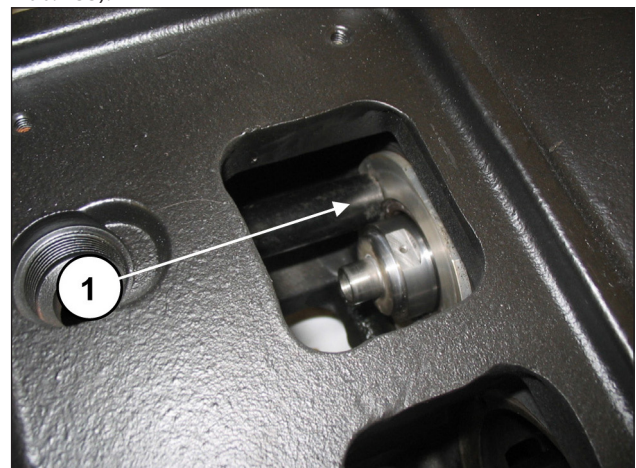
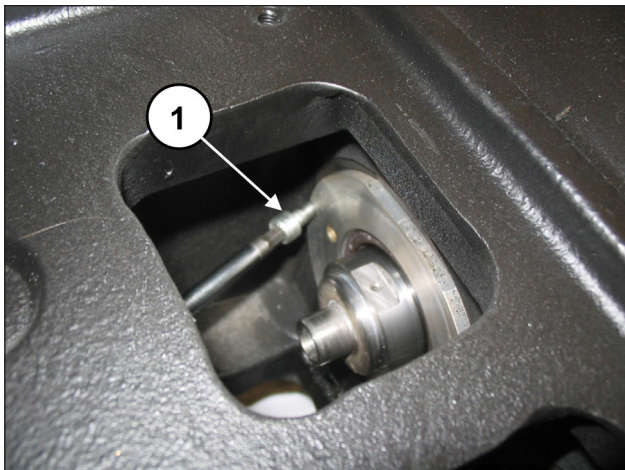

Abb. 132
Abb. 133
Überprüfen Sie den passgerechten Sitz des Deckels (Pos. ①, Abb. 132) und achten Sie darauf, nicht die Dichtlippe des Ölabbstreifers zu beschädigen. Befestigen Sie die Ölabbstreifer-Deckel anhand von 2 Schrauben M6x14 (Pos. ①, Abb. 133).